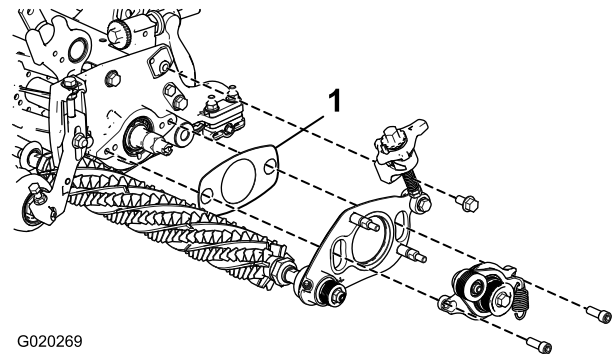

Bild 29
6. Stellen Sie sicher, dass die Beilagscheibe (Bild 29) zwischen der Schwenkplatte des Groomer an der Antriebsseite und der Seitenplatte des Mähwerks nicht von der Drehnabe gequätscht wird. Die Beilagscheibe muss sich ungehindert drehen.